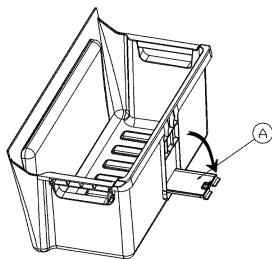

FIGURE -1-
- 1-Retirez le bac inférieur du compartiment congélateur et ouvrez le ***couverture du système de vidange*** (A) situé à l'arrière du bac (figure-1).